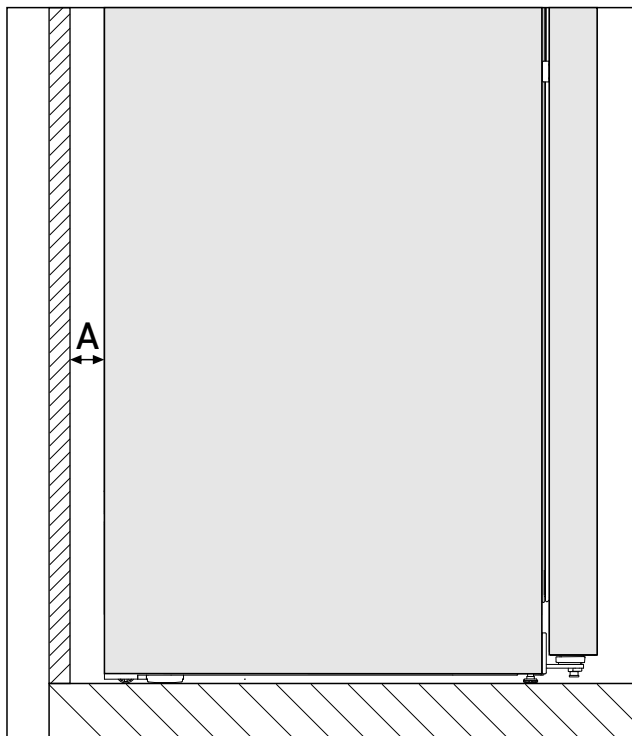

Fig. 3 *
Konsumi i energjisë është përcaktuar me një distancë Fig. 3 (A) midis faqes së pasme të pajisjes dhe murit. Kur distanca nga muri është më e vogël se Fig. 3 (A), nuk ka ndikim në funksionalitetin e pajisjes, por konsumi i energjisë rritet me zvogëlimin e distancës nga muri.*